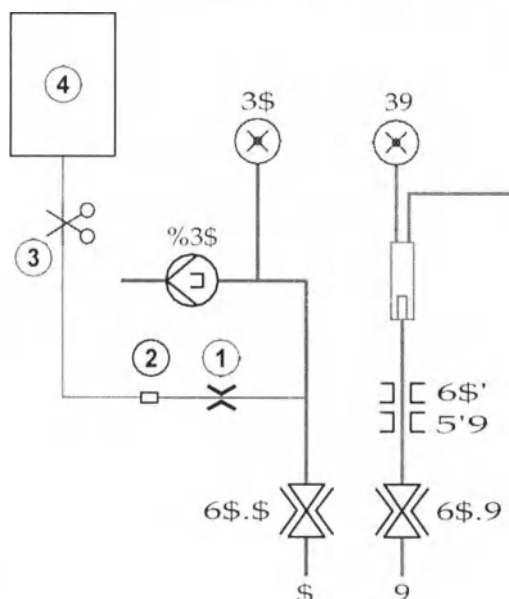

Рис. 6-10 Настройка артериального болюса
При использовании аппарата HD инфузионная трубка должна быть подключена к мешку с NaCl с помощью Y-образного соединителя системы кровопроводящих магистралей (см. Рис. 6-10 Настройка артериального болюса (150)).
3. Прикрепите инфузионный мешок, содержащий физиологический солевой раствор (Рис. 6-10, ④), к инфузионной стойке.